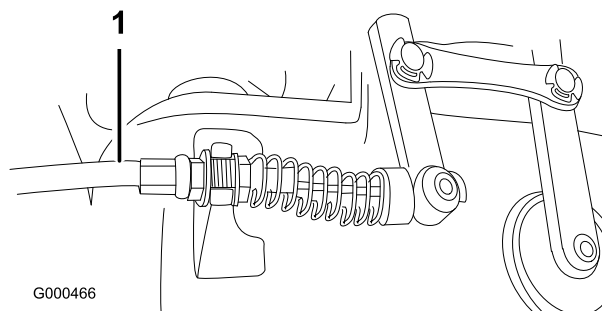

Figura 43
2. Para aumentar a tensão do cabo, desaperte a porca de bloqueio do cabo dianteiro e aperte a porca de bloqueio do cabo traseiro (Figura 43) (situada no topo da caixa de velocidades) até que a força do cabo do cilindro adicione 3,2 a